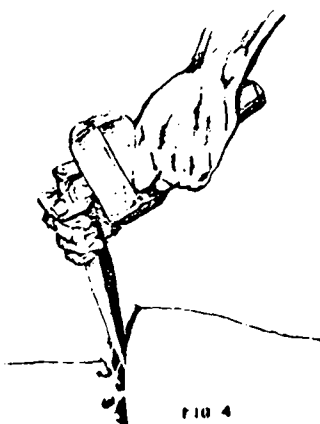

FIG. 4
4.º Passo – Corte o excesso de chumbo com talhadeira (fig. 4).